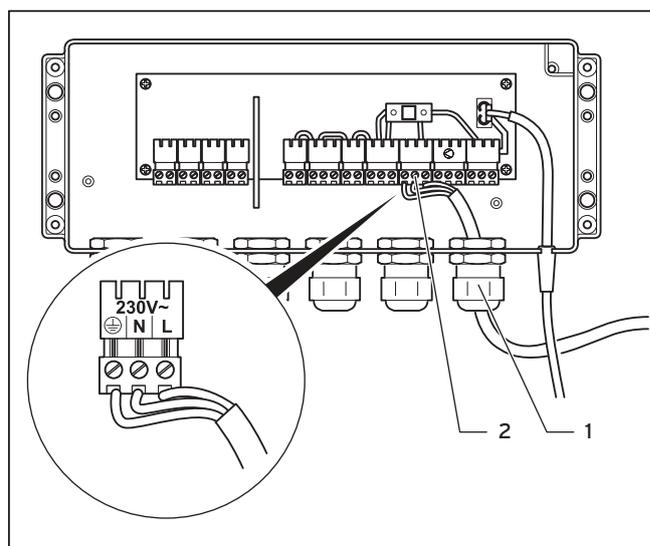

Fig. 5.9 Collegamento del cavo di alimentazione
- Collegare il cavo di alimentazione nella scatola di comando all'altezza dell'attacco, come illustrato nella fig. 5.9.
- Stringere il raccordo a vite per cavi (1) per garantire lo scarico della trazione e la protezione antispruzzo.
- Collegare il cavo di alimentazione ai morsetti corrispondenti ⊕, N e L del sistema ProE (2).